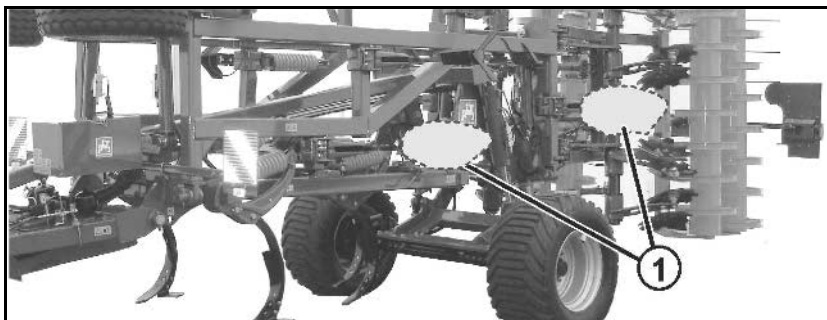

Рис. 4
- Двусторонний тент для защиты нижних зубьев спереди при транспортировке агрегата по дорогам общего пользования (Рис. 4/1)